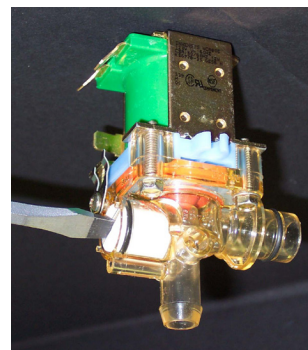

Figure 1. Adjustment
- Dévisser la vis sur le garde de métal. Déplacer pour donner accès à l'ajustement (fig1).